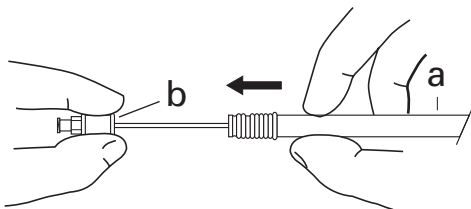

Fig. 6
4. Hold mufteenden ubevægelig. Stenten anlægges, efterhånden som håndtaget (a) trækkes mod muffen (b). (Fig. 6) Indføringssystemets røntgenfaste markør (h) angiver anlæggelsens fremskriden.